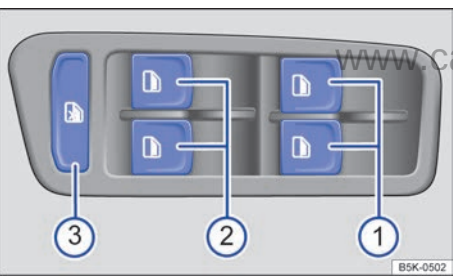
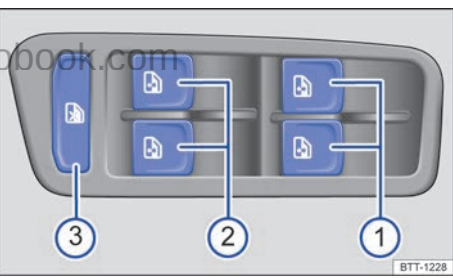

图 31 驾驶员侧车门上：前后排电动门窗按钮（类型 A）
图 32 驾驶员侧车门上：前后排电动门窗按钮（类型 B）
- 图 31 / 图 32 说明：
- ① 前排电动门窗按钮。
- ② 后排电动门窗按钮。
- ③ 安全按钮。
安全开关 ⇒ 图 31 ③ / ⇒ 图 32 ③ 用于锁止后排电动门窗按钮。锁止后排电动门窗按钮后安全按钮里的黄色指示灯点亮。